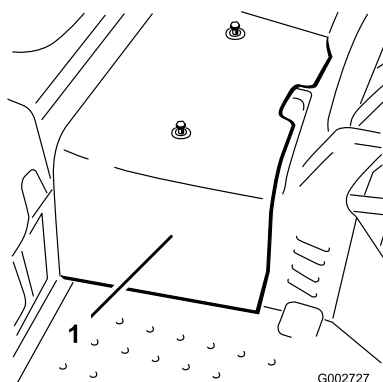

图 42
- 拧掉将中央护罩固定到机器的 2 个螺丝然后取下护罩 图 42。